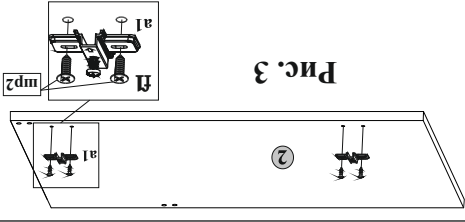

Рис. 3
5.3. На внутренней поверхности боковой стенки 1 или 2 установить направляющие петли a1 с помощью шурупов mp2 и крестообразной отвертки (рис.3).